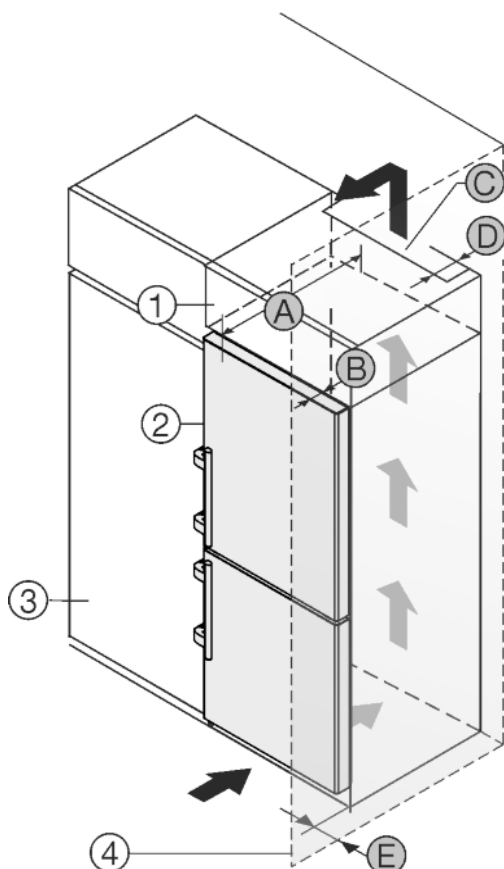

Fig. 13
Skåpet kan byggas in med köksskåpen. För att anpassa skåpet *Fig. 13 (2)* till höjden på köksskåpen kan ett överskåp *Fig. 13 (1)* monteras.
Skåpet kan placeras direkt intill köksskåpet *Fig. 13 (3)*. För att öppna dörrarna helt måste skåpet skjutas ut med djupet *Fig. 13 (B)* i förhållande till köksskåpets front. Beroende på köksskåpens djup och användningen av väggdistanshållare kan skåpet skjutas ut ännu mer.
- På överskåpets baksida ska det finnas ett ventilationsschakt med djupet *Fig. 13 (D)* längs hela överskåpets bredd.
- Under innertaket måste ventilationsarean *Fig. 13 (C)* observeras.
Om skåpet placeras med gångjärnen vid en vägg *Fig. 13 (4)*, ska avståndet *Fig. 13 (E)* mellan skåpet och väggen observeras. Detta motsvarar handtagsavståndet med öppen dörr.